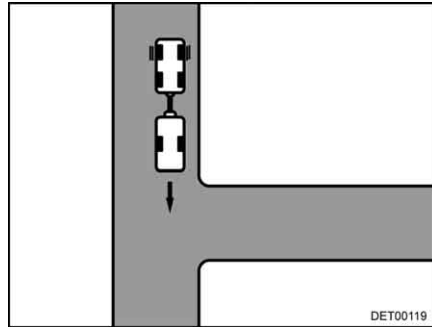

Bild 15 Start
- Kör mot infarten så långt att husvagnens bakdel befinner sig unng. framför infarten (Bild 15).